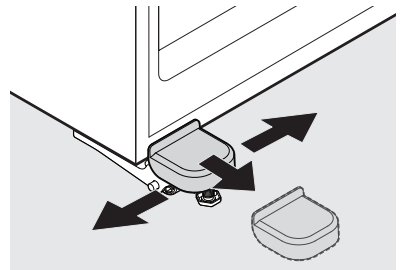

Figure 4
- Retirez le couvercle de la charnière en dépliant délicatement les languettes du couvercle et en tirant le couvercle vers le devant de l'appareil (figure 4).